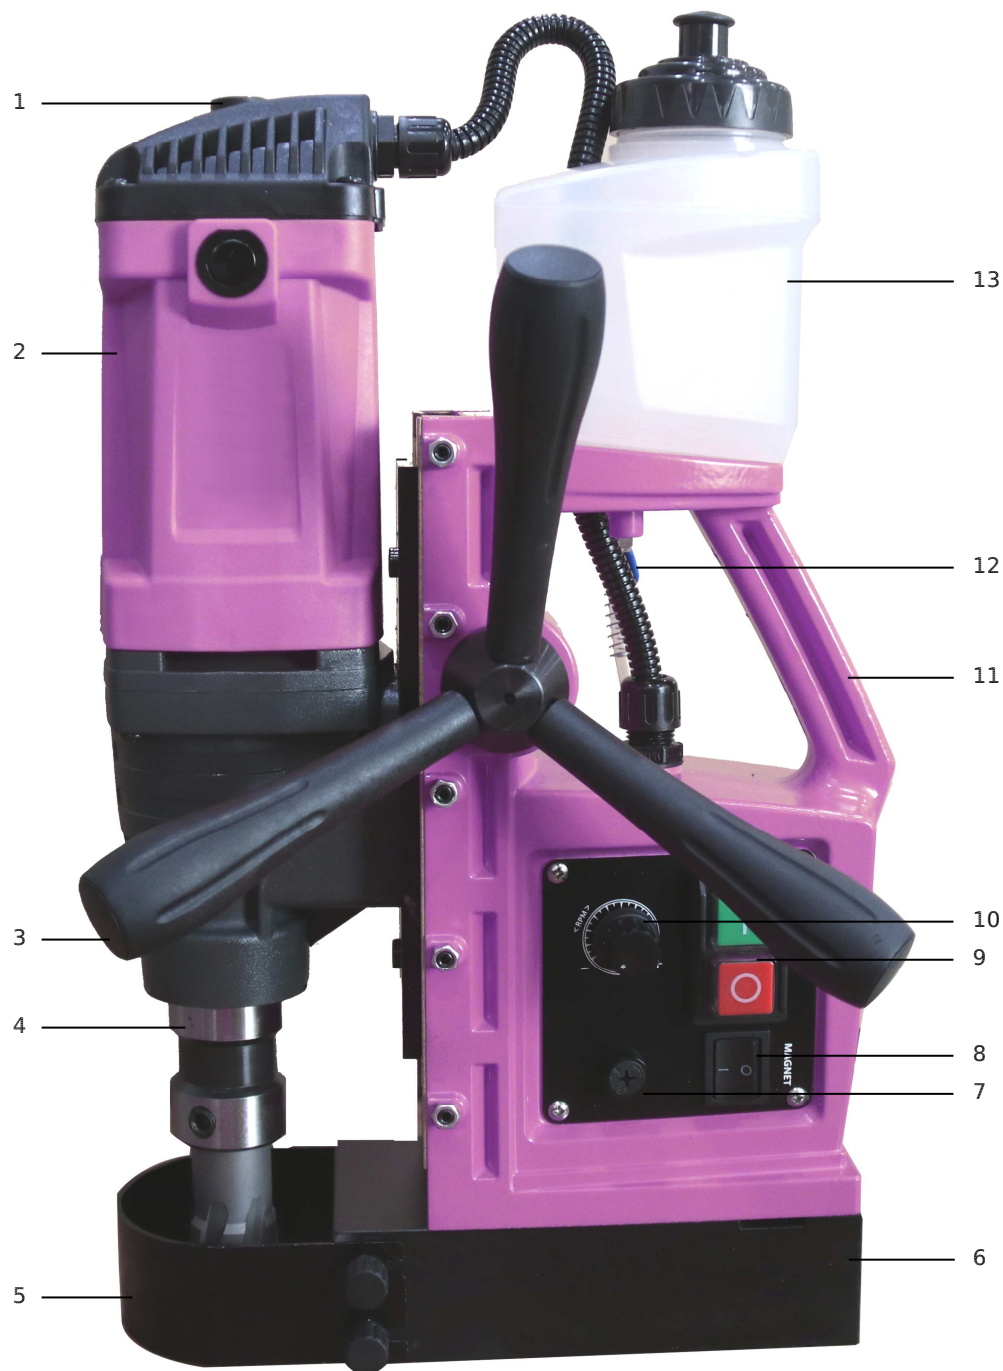

Figure 1
4. Le flux de liquide de coupe est réglable au moyen du robinet (12 fig.1).